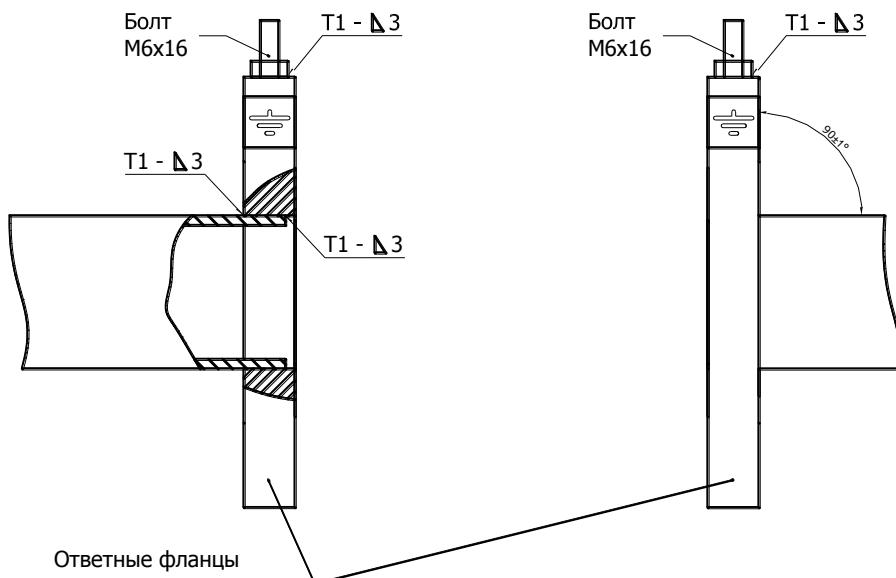

Рис. 8.5
8.3.5 К прямолинейным участкам трубопровода приварить фланцы в соответствии с ГОСТ 12820-80, при этом угол между осью трубопровода и плоскостью фланца должен быть $90 \pm 1^\circ$. Фланцы следует приваривать таким образом, чтобы после установки расходомера (ППР) ось электродов ППР лежала в горизонтальной плоскости (допустимое отклонение от линии горизонта $\pm 10^\circ$). При монтаже ответных фланцев необходимо приварить болт заземления к верхней части монтируемого фланца (см. рис. 8.5).
ВНИМАНИЕ! На датчики расхода, монтаж которых выполнен с нарушением требований ГОСТ 12820-80 (соединение трубы-фланец), гарантийные обязательства не распространяются (см. Рис. 8.5а).
Рис.8.5а